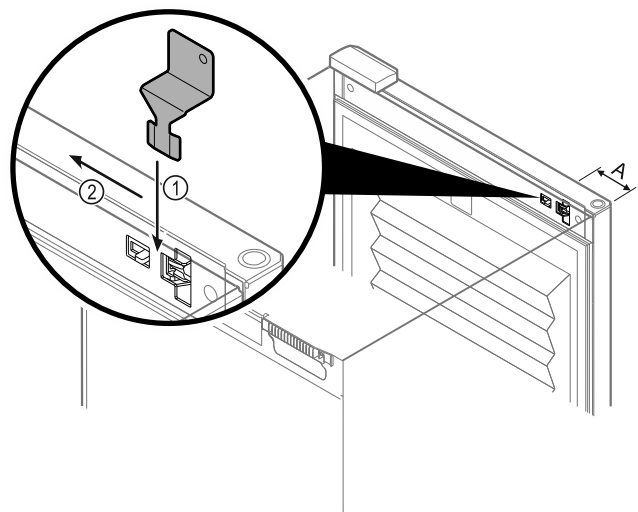

Fig. 90
- Розмістити ключ аварійного розблокування на заданому місці Fig. 90 (A) ≈ 100 мм.
- Вставити ключ аварійного розблокування між дверми та корпусом пристрою зверху до упору Fig. 90 (1).
- Потягнути ключ аварійного розблокування у напрямку сторони шарніра Fig. 90 (2).